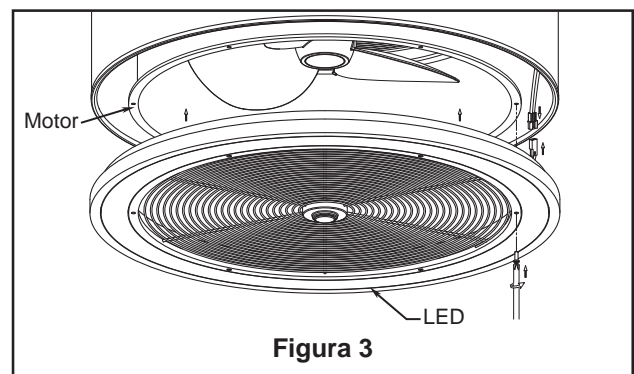

Figura 3
- 2. Después de limpiar el ventilador, conector de 2 pines y vuelva a colocar la LED en el motor fijándola con los tornillos extraídos anteriormente. (Figura 3)